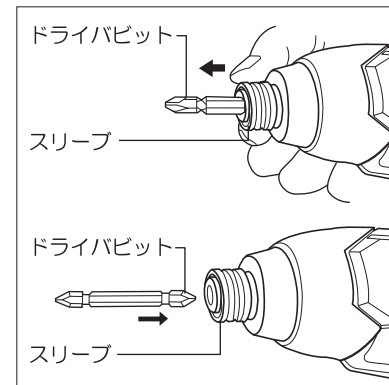

図4
- 本体にビットを差し込むときは、スリーブを最後まで前方向に引いて、ビットを差し込んでください。スリーブを元にもどして軽くビットを引き、抜け落ちないことを確認してください。(図4参照)